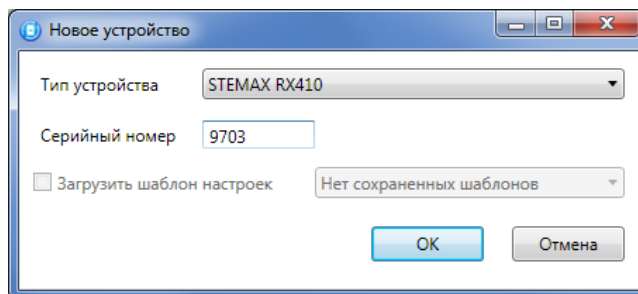

Рисунок 7.4 — Окно *Новое устройство*
- в открывшемся окне *Новое устройство* (см. рисунок 7.4);